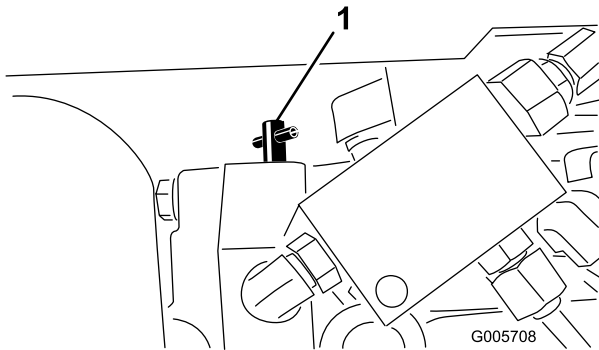

Figura 34
1. Aceda à parte inferior da unidade de tracção e rode a válvula de derivação (Figura 34) com 1/2 a 1 volta no sentido contrário aos ponteiros do relógio. A abertura da válvula abre uma passagem interna na transmissão, desviando o fluxo de óleo da transmissão. Como o fluido é desviado, a unidade de tracção pode ser pressionada sem danificar a transmissão.